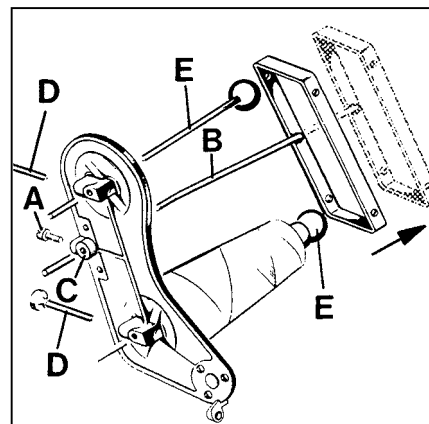

Fig.3
Loosen screw (A, Fig. 3) and set thread rod (B) so that its lower end is flush with the underside of thread cone support (C). Retighten screw (A).
Lösen Sie die Schraube (A, Fig. 3), und stellen Sie die Fadenstange (B) so, daß ihr unteres Ende mit der Unterseite des Garnrollenträgers (C) bündig ist. Ziehen Sie die Schraube (A) wieder an.
Loosen thumb screw(s) (D, Fig. 3) in the thread cone support, pull out the spool pin(s) (E) and remove the empty thread cone(s).
Lösen Sie die Rändelschraube(n) (D, Fig. 3) im Garnrollenträger, ziehen Sie den (die) Spulenstift(e) heraus und entfernen Sie die leere(n) Garnrolle(n).